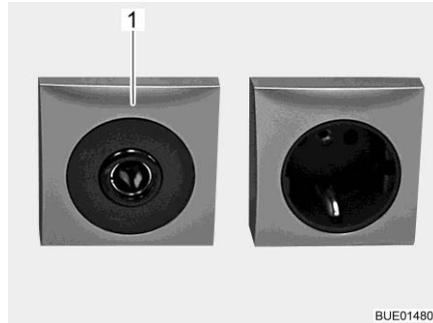

Fig. 137 Caja de enchufe 12 V/10 A
- ▷ Conectar únicamente aparatos con máximamente 10 A a las cajas de enchufe (Fig. 137,1) de la red de a bordo de 12 V.